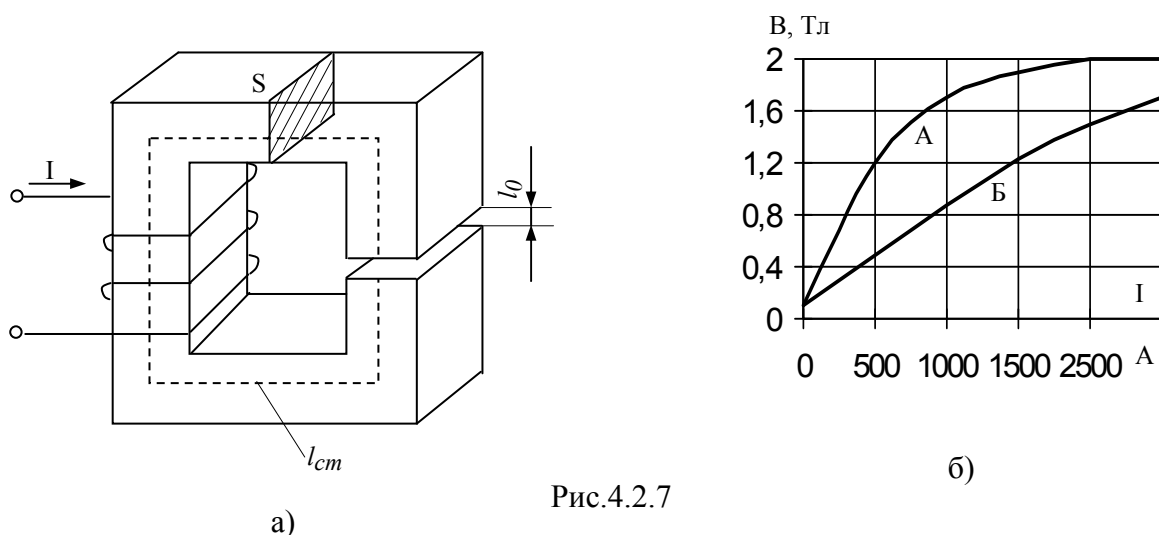

Рис.4.2.7
4.2.7. Определить воздушный зазор  $l_0$  магнитной цепи (рисунок 4.2.7а) при индукции  $B=1,2$  Тл. Зависимости магнитной индукции от магнитодвижущей силы изображены на рисунке 4.2.7б: кривая А – без воздушного зазора, кривая Б – с воздушным зазором. Длина ферромагнитного